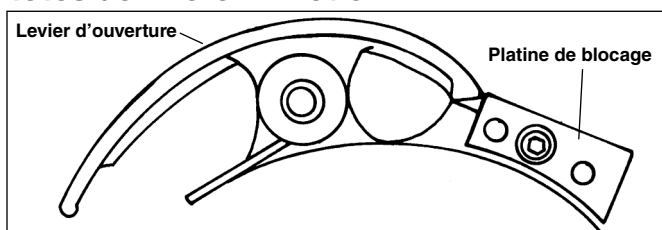

Figure 5 – Platine de blocage installée
1. Montez la platine de blocage fournie avec le coupe-tubes 766 sur la tête de filière 714 ou 914. La platine comporte trois trous. Utilisez le trou central pour la boulonner (Figure 5).
3. Armez la tête de filière. Le levier d'ouverture devrait se trouver dans la position indiquée à la Figure 5. Cela assure le retrait des filières et les empêche d'endommager la chemise en matière plastique lors du positionnement de la tête de filière.